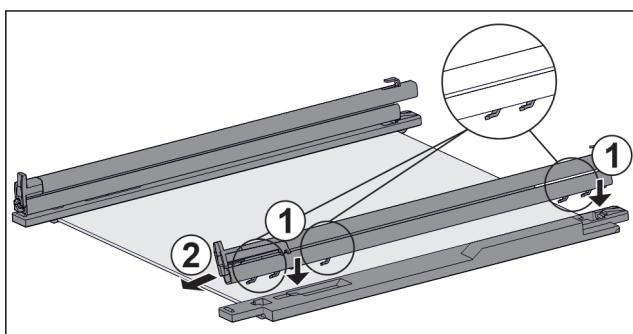

Fig. 69 Скляна пластина з рейками та деталями для підтримки
- Одягти гаки рейки на отвори **лівої** деталі для підтримки. Fig. 69 (1)
- Потягніть рейку вперед. Fig. 69 (2)
- Одягти гаки рейки на отвори **правої** деталі для підтримки. Fig. 69 (1)